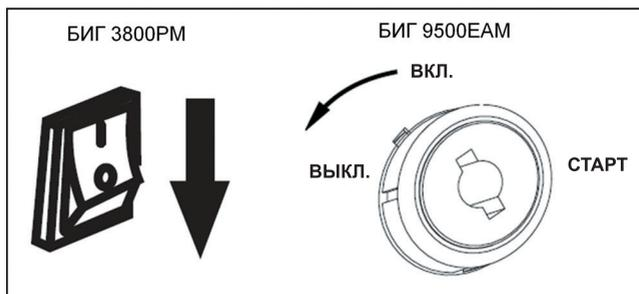

Рис. 16
1. Переведите выключатель зажигания в положение «Выкл» (рис. 16).